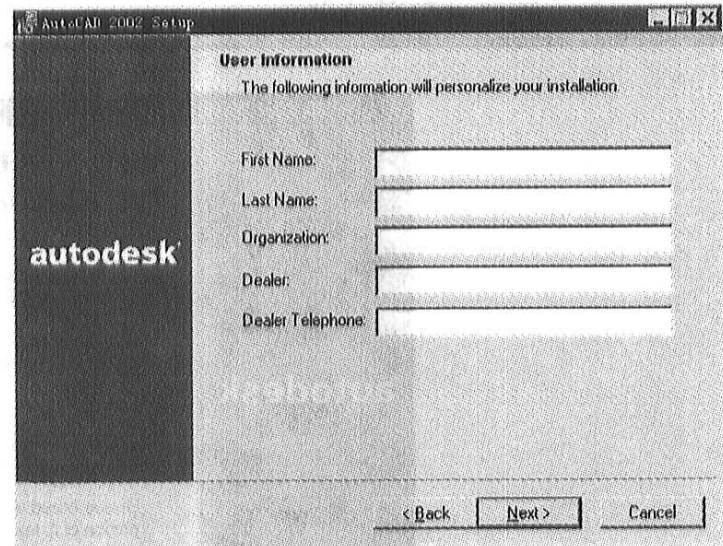

图 1-5 输入个人信息
6) 安装程序弹出 Personal Information (个人信息) 对话框，要求您输入您的 First Name (名)、Last Name (姓)、Organization (单位)、Dealer (经销商名称) 和 Dealer Telephone (经销商电话)，如图 1-5 所示，输入完成后按“Next”进入下一步。